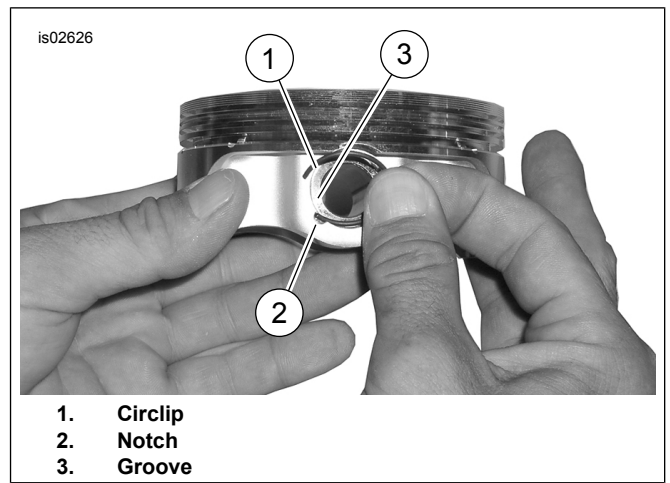

Figura 3. Circlip u Pistun
1. Ara Figura 3 . Daħħal it-tarf miftuħ tas-circlip (1) fit-talja (2) fuq l-iskanalatura (3) ta' madwar l-buttn tal-pinn tal-pistun ħalli l-ispazju jkun fil-pożizzjoni ta' 12 jew 6 fuq l-arloġġ meta jkun installat.